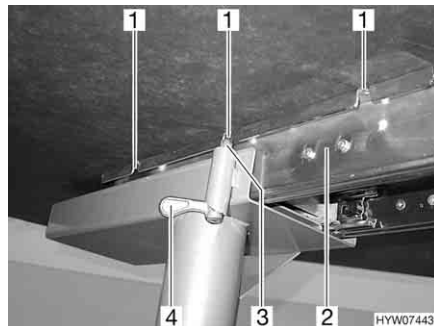

Fig. 38 Tavolo fisso con piede del tavolo ancorato
- Ruotare il chiavistello (Fig. 38,4) sul lato inferiore del tavolo in senso antiorario. Il perno del chiavistello (Fig. 38,3) viene sbloccato.
- Spingere il piano del tavolo sulle barre (Fig. 38,2) fino alla posizione desiderata (Fig. 38,1).
- Ruotare il chiavistello (Fig. 38,4) in senso orario.
- Spostare il piano del tavolo finché il perno del chiavistello (Fig. 38,3) non scatta nella posizione di arresto (Fig. 38,1).